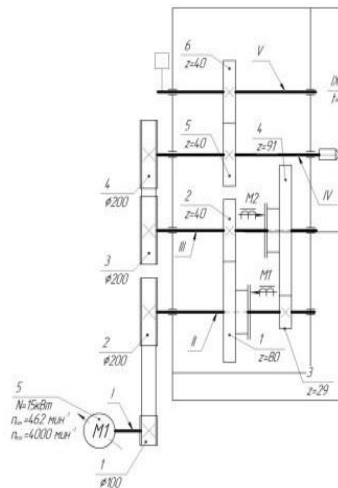

Рис. 3
13. Какая система переключения диапазонов регулирования используется в приводе главного движения? (Рис.3).